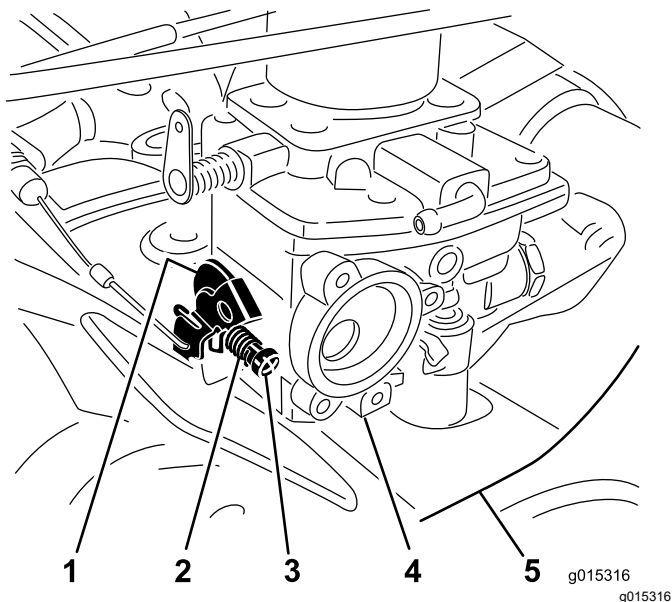
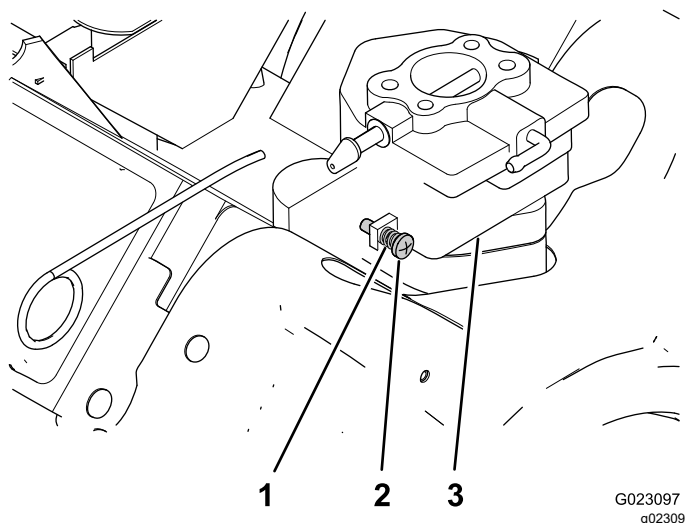

図 7
図 8
9. **MDX の場合**アイドルねじとスプリングを、図 7に示すようにキャブレターアセンブリに取り付ける。
10. ねじを、スロットルストップに取り付け右ねじ、スロットルレバーに最初に当たったところで止める。その位置から、さらに1回転右に進める図 7。
2. アイドラねじを調整して、ローアイドルを 1,050 1,150rpm とする図 7と図 8。